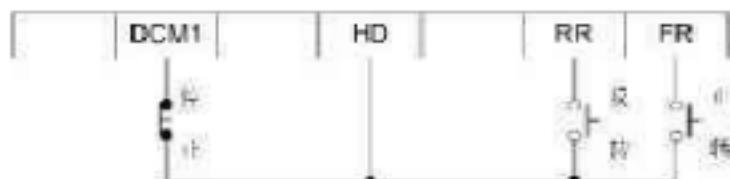

图 6-1 运转信号保持电路
- (1) 用按钮式开关等瞬时接点开始运转和停止时，按图 6-1 所示进行布线，并请设定功能代码（多功能输入端子相关代码及 Cd001=2）。